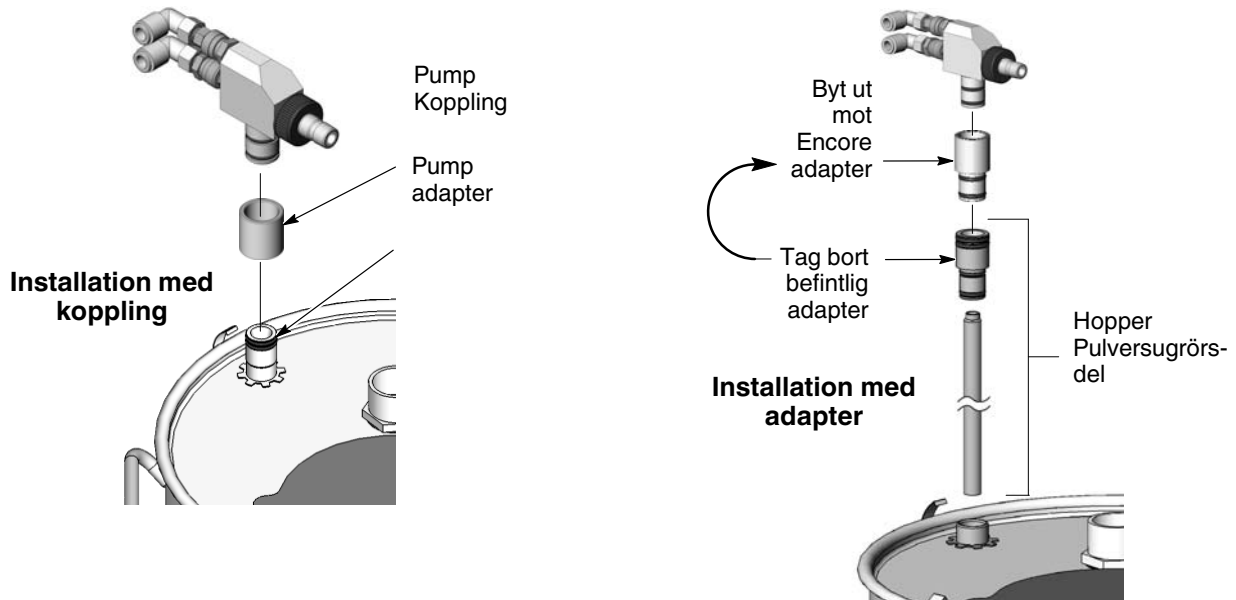

Bild 3-8 Pumpmontage med adaptersats eller koppling på hopprar av typ HR eller NHR
1. Se bild 3-8. Tag av sugröret från pumpfästet i hoppers lock, skruva därefter av den befintliga adaptern från sugröret.
Se bild 3-8. Kopplingen gör det möjligt att använda den befintliga pumpadaptern. Installera pumpkopplingen på det befintliga pumpfästet med en lätt vridande rörelse, installera därefter pumpen i kopplingen med en lätt vridande rörelse.